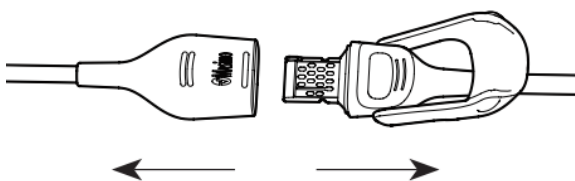

Fig. 15-7 Desconexión sensor ADL/PED.
2. Consulte la Fig. 15-7. Tire firmemente del conector del sensor para retirarlo del cable del paciente.